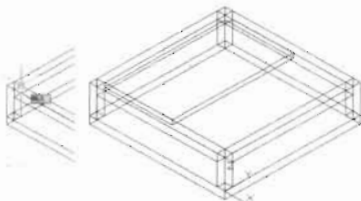

图 12-83
(8) 在命令行中输入 box 命令,以如图 12-83 (左) 所示的端点为起点创建一个长方体,如图 12-83 (右) 所示,命令执行过程如下。